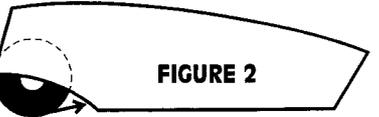

FIGURE 2
- Comme l'appareil est retourné, le papier doit donc se dévider face à vous. (Figure 2)